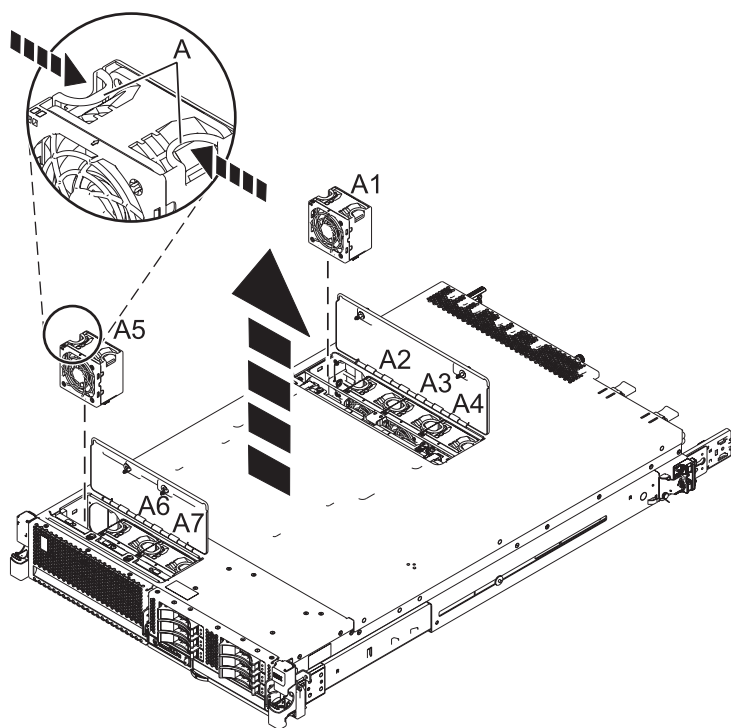

Figure 1. Retrait d'un ventilateur du modèle 8246-L1C, 8246-L1D, 8246-L1S, 8246-L1T, 8246-L2C, 8246-L2D, 8246-L2S ou 8246-L2T
- a. Passez le câble du boîtier de ventilation par l'ouverture de la paroi du châssis, comme illustré dans la Figure 1.